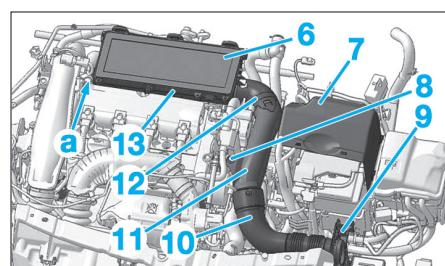

Fig. 66
- l'élément filtrant (6) (Fig.66).